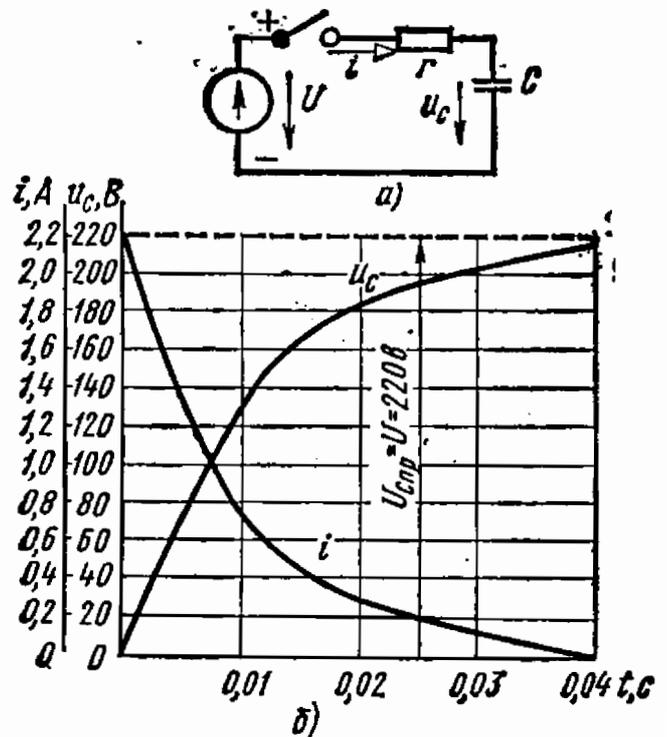

Рис. 7.9
7.9. Найти закон изменения тока i и напряжения u_C в схеме рис. 7.9, а после замыкания ключа, если $U = 220$ В, $C = 100$ мкФ, $r = 100$ Ом.
На рис. 7.9, б построены графики изменения напряжения и тока в зависимости от времени. Из кривых следует, что напряжение на конденсаторе практически достигает принужденного значения через $t = 0,04$ с.